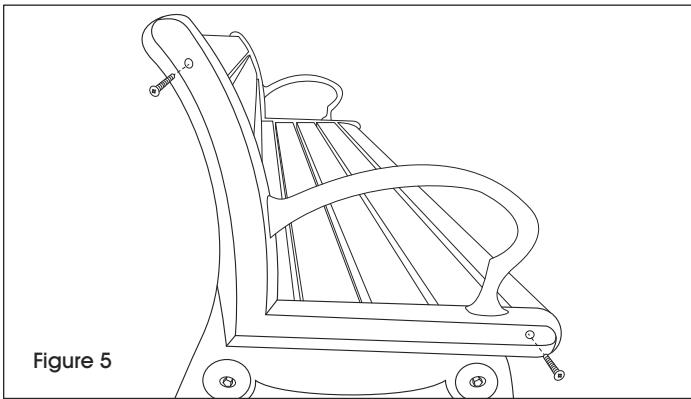

Figure 5
8. À l'aide de la perceuse équipée de l'embout cruciforme, fixez les vis de 1 ½ po dans les deux planches à bords arrondis à travers les trous prépercés des cadres latéraux. Ces planches se situent sur la partie supérieure du dossier et à l'avant du siège. (Voir Figure 5)